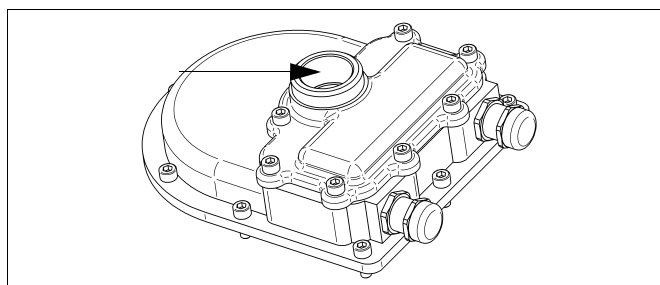

рис. 133
- Проверьте, находятся ли устройство ПБВ и привод в положении наладки (рис. 133).